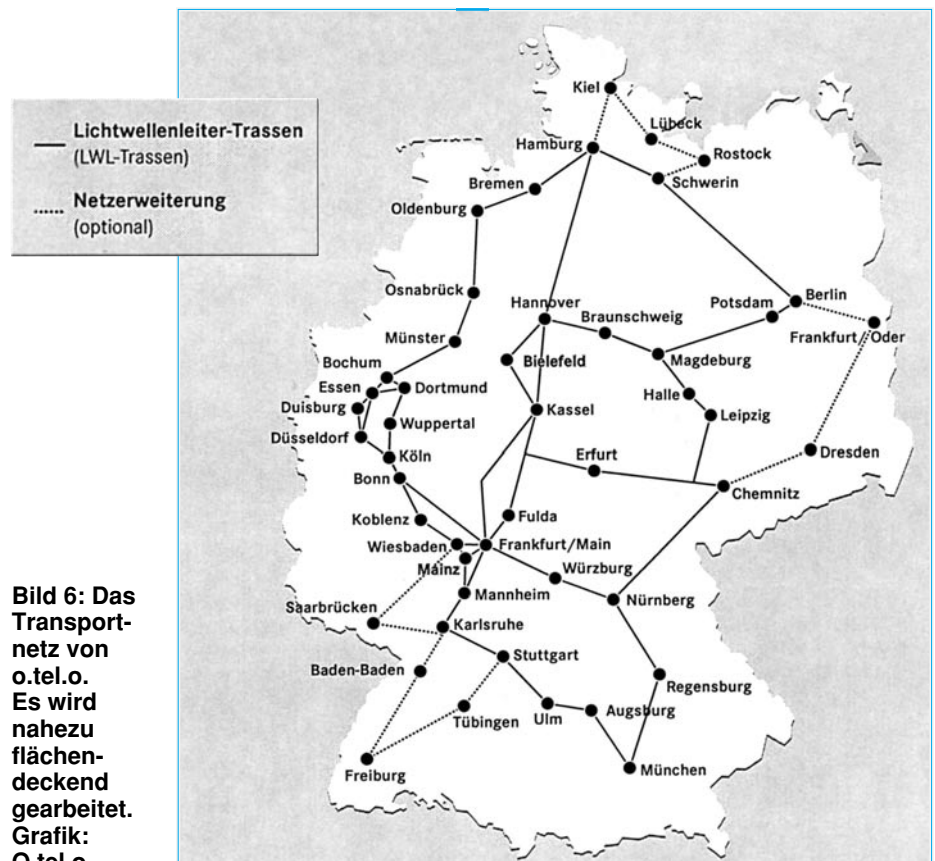

Bild 6: Das Transportnetz von o.tel.o. Es wird nahezu flächendeckend gearbeitet. Grafik: O.tel.o
O.tel.o geht aus der erst 1997 geschlossenen Ehe zwischen den Stromriesen RWE und VEBA hervor. Sein Transportnetz basiert auf ca. 11.000 km Glasfaserkabel (Abbildung 6) der verschiedensten Kooperationspartner wie RWE, Preussen Elektra, Wintershall Gas und Ruhrgas. Selbstbewußt präsentiert der Vorsitzende der Geschäftsführung, Ulf Bohle, sein Netz: „Wir brauchen ein eigenes Netz, um weitgehend unabhängig von anderen Netzbetreibern zu sein. Nur so können wir selbst gegenüber unseren Kunden für Qualität, Sicherheit und faire Preise eintreten.“